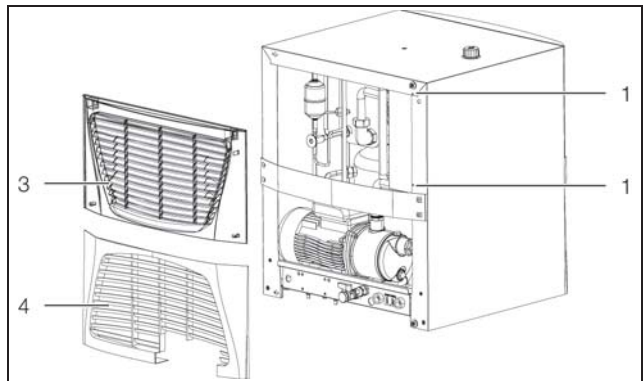

Fig. 42: Predisposizione del collegamento PLC (3320.600 e 3334.600)
- Rimuovere la griglia di aerazione sul lato posteriore del chiller (fig. 42, pos. 3 e 4).